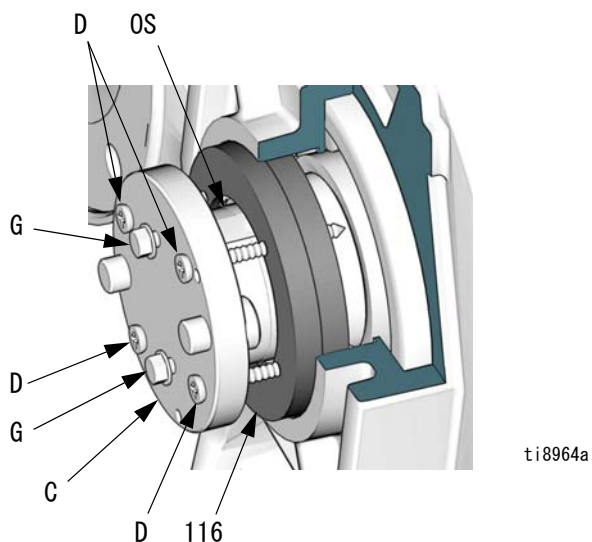

図 25. 出力シャフトシールの取り外し
7. 入力シャフトのキー溝の上にテープを貼り、新しいシールへの損傷を防ぎます。入力シャフトの空洞に部品番号 107411 グリースを詰め込みます。入力シール (109) を、シールがギア減速機ハウジングの段部に接するまで、穴の縁を内部に向けて取り付けます。テープを外します。
8. 油抜きプラグ (118) にガスケットに含まれていることを確認し、ギア減速機内にプラグをねじ込みます。34 N•m (25 フィート・ポンド) のトルクを与えます。
10. 2 個の出力シール (116) を以下のように取り外します。
- a. 図 25 を参照してください。ツール (C) を出力シャフト (OS) の上に置きます。ツールを 90° 回転させます。2 本の 13 mm (0.5 インチ) ネジ (G) を取り付け、締め、ツールを所定の場所にロックします。
- b. 板金ネジ (D) 用の穴をテンプレートとして使用して、シール (116) に直径 3 mm (1/8 インチ) (最大) のパイロット穴をドリルで開けます。板金ネジ (D) をツールを通してシール (116) 内に取り付けます。
- c. ネジ (D) を均等に締め付けて、両方のシールを引き出します。